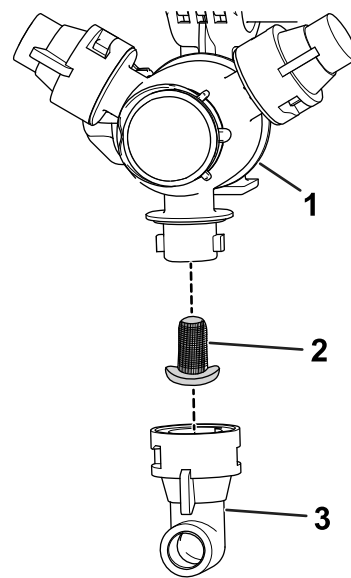

図 81
2. タレットからノズルを外す 図 81。
3. ノズルフィルタを取り外す 図 81。
5. ノズルフィルタを取り付ける 図 81。
6. タレットにノズルを取り付ける 図 81。